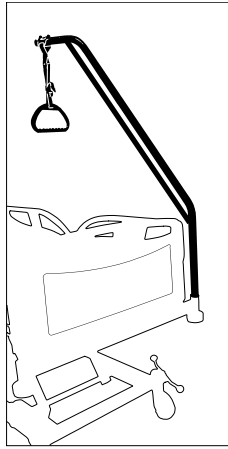

Figura 25 – Instalar o suporte para elevação
1. Insira o suporte para elevação numa das duas mangas para acessórios (Figura 25).